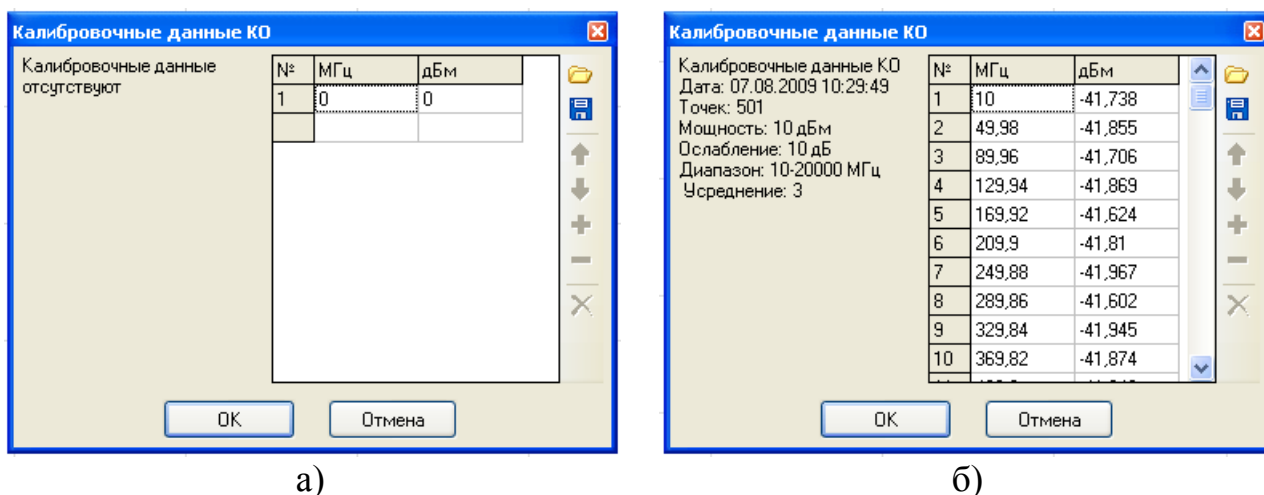

Рисунок 5.4 – Диалог «Калибровочные данные КО»
5.3.4.2 *Калибровочные данные...* – открывает диалог «Калибровочные данные типа измерения¹⁾» с таблицей калибровочных данных. Если калибровка не была проведена, и в загруженном профиле не было калибровочных данных, то таблица будет пустой (рисунок 5.4-а). После проведения калибровки или после загрузки калибровочных данных в диалоге отобразится информация о виде измерения, дате проведения калибровки, количестве точек, мощности, при которой проводилась калибровка и т.д. (рисунок 5.4-б). Диалог также позволяет сохранить калибровочные данные на жесткий диск ПК или другой носитель данных.